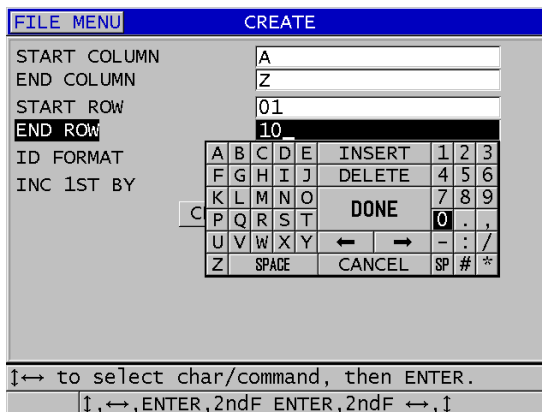

Figura 11-10 Configurar a extensão do ID para arquivo de dados de tipo de grade 2D
3. Na segunda página da tela **CREATE** (CRIAR) (consulte Figura 11-10 na página 202):